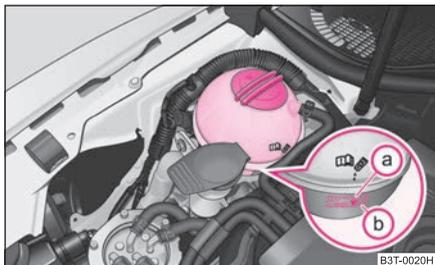

Abb. 189 Motorraum: Kühlmittel-Ausgleichbehälter
- Prüfen Sie den Kühlmittelstand am Kühlmittel-Ausgleichbehälter ⇒ **Abb. 189**. Der Kühlmittelstand muss bei kaltem Motor zwischen den Markierungen **(b)** (MIN) und **(a)** (MAX) liegen. Bei warmem Motor kann er auch etwas über der Markierung **(a)** (MAX) liegen.
- Legen Sie einen Lappen auf den Verschlussdeckel des Kühlmittel-Ausgleichbehälters ⇒ **Abb. 189** und schrauben Sie den Deckel **vorsichtig** links herum ab ⇒ .